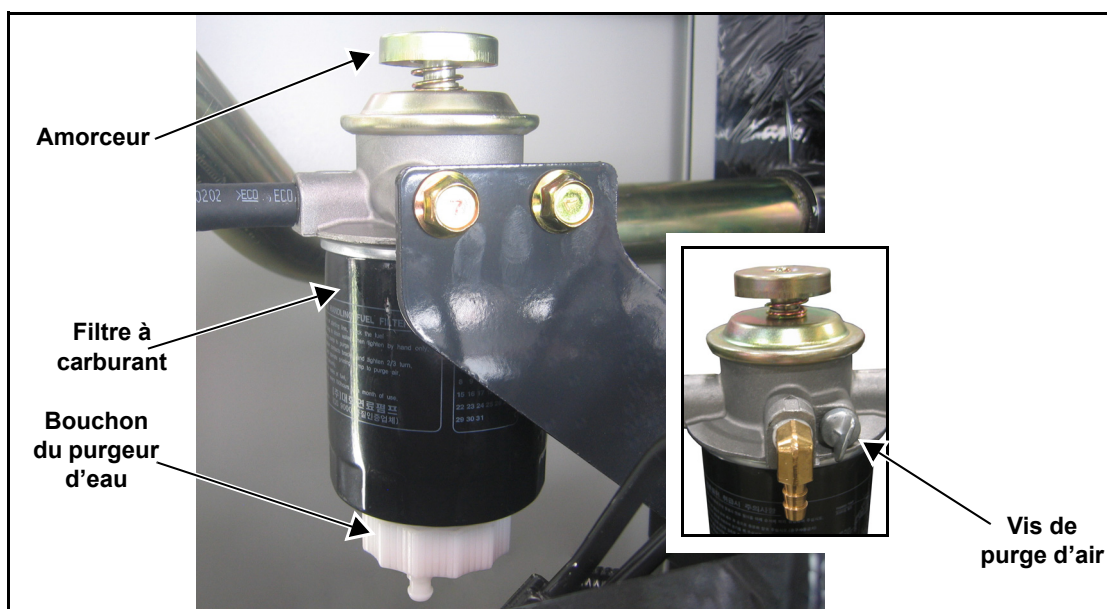

Figure 5-18. Amorçage du système de carburant
1. Relâchez lentement le bouchon du purgeur d'eau. Voir Figure 5-18.